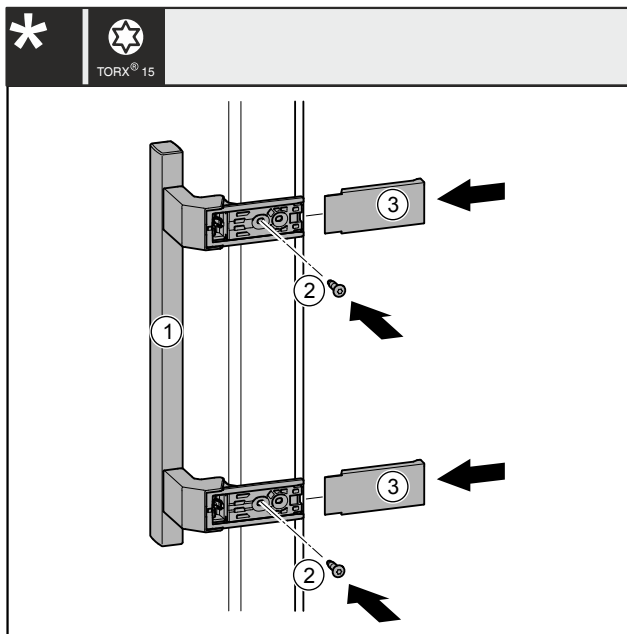

Fig. 28
- Vendosni dorezën Fig. 28 (1) në anën e kundërt.
- Mbërtheni fort vidat Fig. 28 (2) me kaçavidë.
- Vendosni kapakët mbulues Fig. 28 (3) anash dhe shtyjini që të mbërthehen në vend.